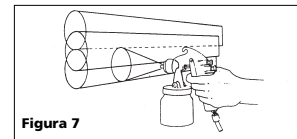

Figura 7
- Los empates entre cada mano deben ser suficientes para obtener un acabado parejo al final (Vea la Figura 7).